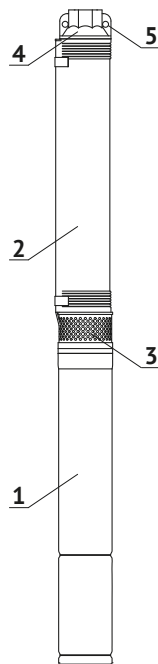

Рис. 1
Насос (рис. 1) состоит из электродвигателя (1) и проточной части (2). Корпус насоса выполнен из нержавеющей стали. Проточная часть – центробежного типа. Рабочие колеса – «плавающие», выполнены из высокопрочного, износоустойчивого поликарбоната, обеспечивают продолжительный срок службы проточной части и уменьшают вероятность заклинивания при перекачивании воды с механическими примесями. Насос оборудован встроенным обратным клапаном.